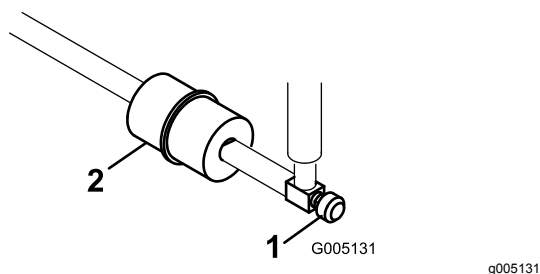

图 33
管线式燃油滤清器位于油箱与化油器之间的燃油管内图 33。
1. 关闭燃油切断阀图 33。
2. 将放油盘放到滤清器下方拧松滤清器化油器侧的软管夹然后从滤清器中取出燃油管线图 33。
3. 松开另一个软管夹然后取下滤清器图 33。